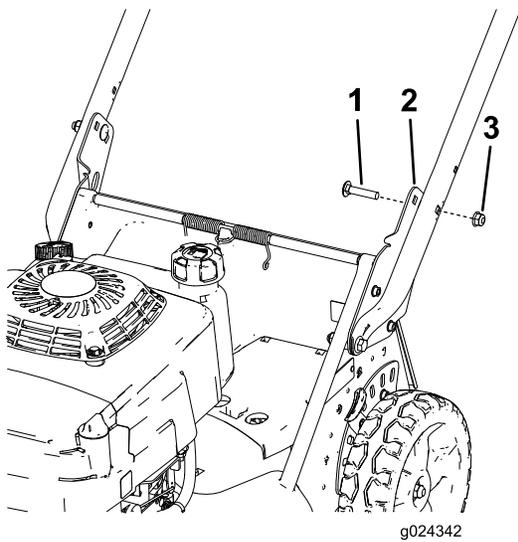

Рисунок 6
- Прикрепите рукоятку к кронштейнам рукоятки на необходимой высоте при помощи двух каретных болтов (5/16 x 1½ дюйма) и двух фланцевых гаек (5/16 дюйма), как показано на Рисунок 6.